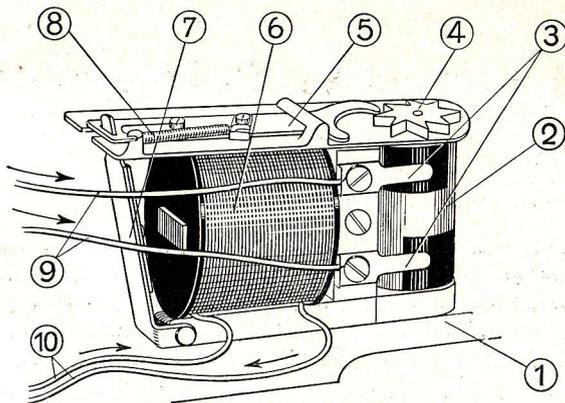

Abb. 40 Umschaltvorrichtung, Schaltwalze in Haltstellung
**Haltstellung** (siehe Abb. 40).